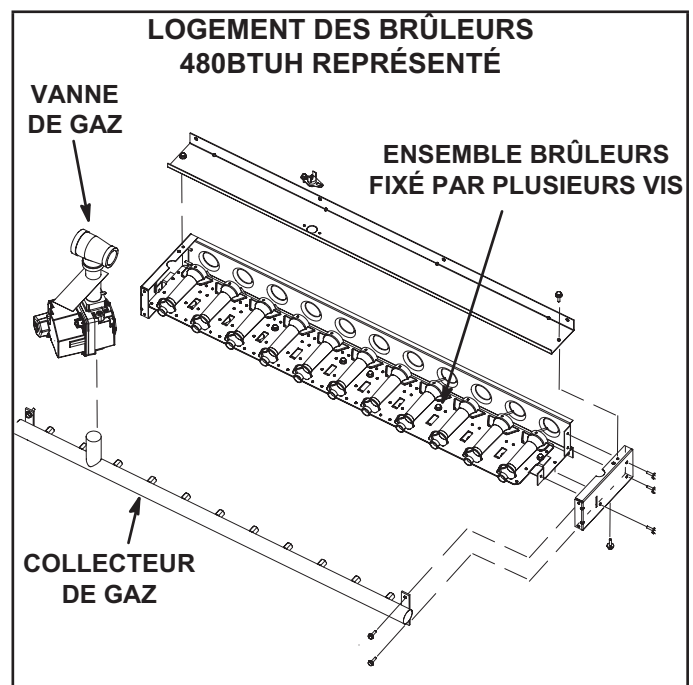

FIGURE 46
- 3 - Retirez les vis qui fixent l'ensemble brûleurs au support des brûleurs et retirez l'ensemble. Reportez-vous à la FIGURE 46. Nettoyez-les au besoin.